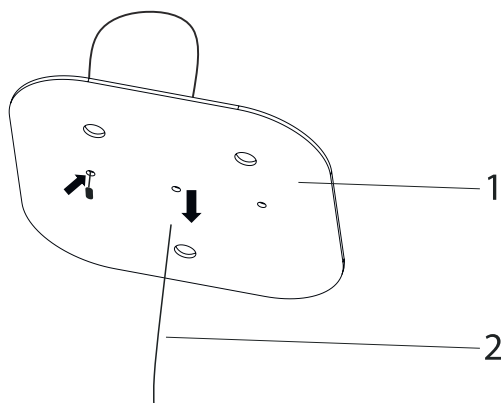

Fig. 7
2. ➔ Skub stålwiren igennem ophængningspladen som vist på figur (Fig. 7).